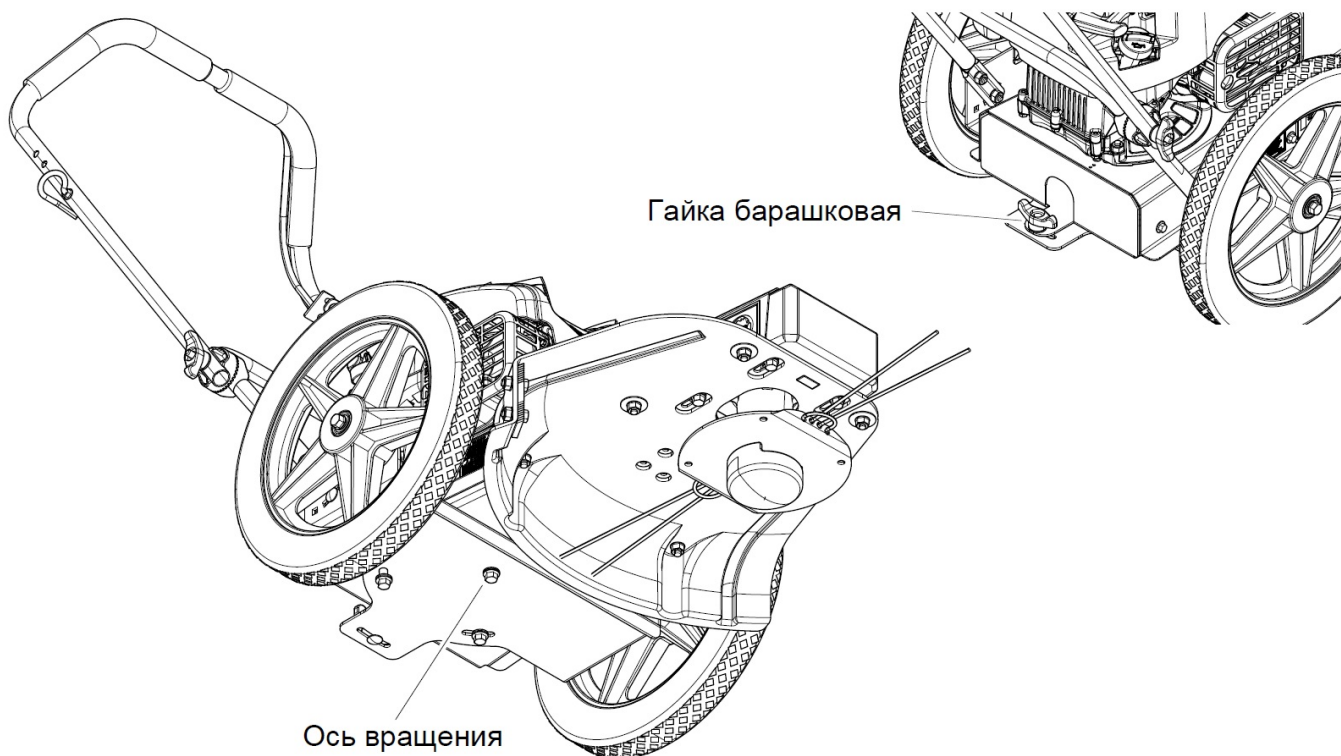

Рис. 6
1. Ослабьте затяжку барашковой гайки, расположенной на задней стороне корпуса газонокосилки под двигателем (Рис. 6).
2. Одновременно одной рукой удерживая рукоятку, второй рукой поверните корпус газонокосилки влево относительно рукоятки. Ось вращения находится непосредственно под центром двигателя (Рис. 6).
3. Затяните барашковую гайку (Рис. 6).